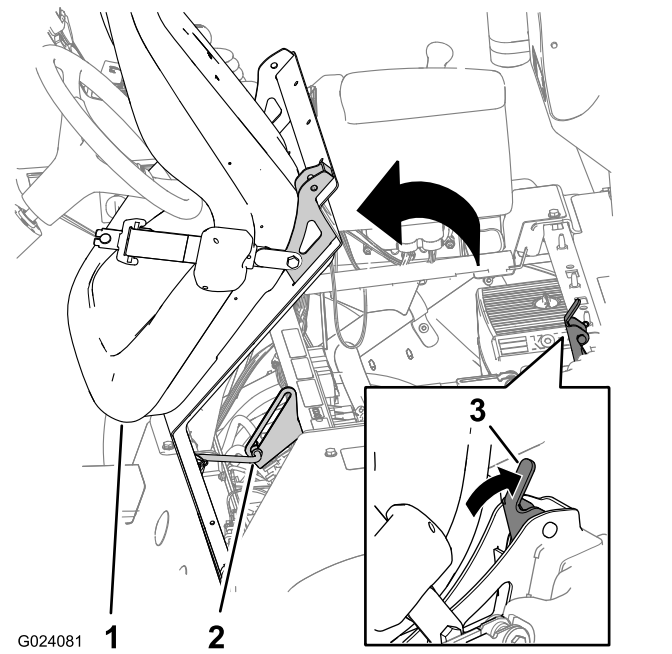

Figure 3
3. Déverrouillez le siège en poussant la poignée de verrouillage vers l'arrière (Figure 3).
4. Faites pivoter le siège et son plateau vers l'avant jusqu'à ce que l'extrémité de la béquille s'engage au bas de la rainure du support (Figure 3).